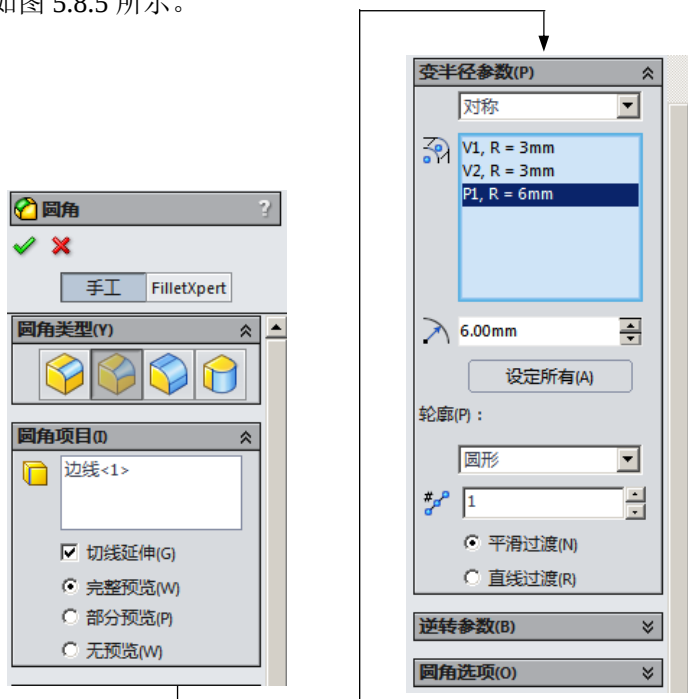

图 5.8.5 “圆角”对话框
Step2. 选择下拉菜单 **插入(I)** → **曲面(S)** → **圆角(U)...** 命令，系统弹出“圆角”对话框（图 5.8.5）。
Step3. 定义圆角类型。在“圆角”对话框的 **圆角类型(Y)** 区域中单击  选项，此时的“圆角”对话框如图 5.8.5 所示。